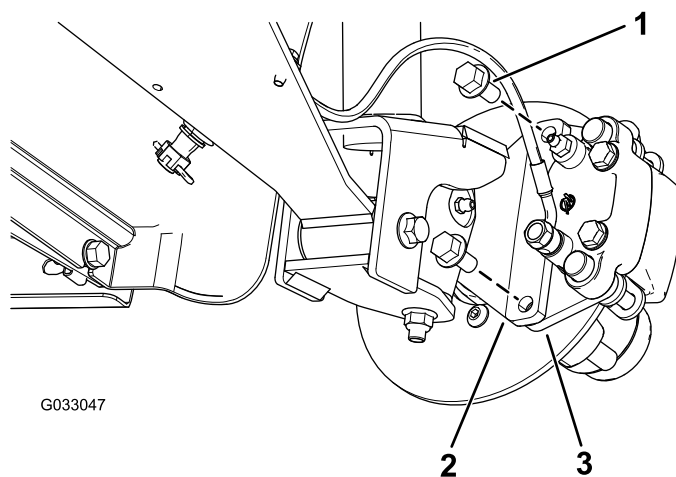
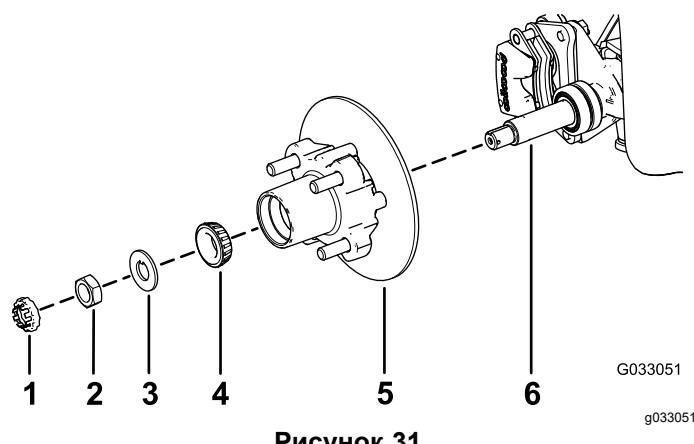

Рисунок 27
Рисунок 31
3. Выверните болты с фланцевыми головками ($\frac{3}{8} \times \frac{3}{4}$ дюйма), которые крепят кронштейн тормоза в сборе к оси, и отделите тормоз от оси (Рисунок 27).
1. Нанесите тонкий слой консистентной смазки указанного типа на ось (Рисунок 31).
2. Установите ступицу и тормозной диск на ось так, чтобы тормозной диск был внутри (Рисунок 31).
3. Установите наружный подшипник на ось и в наружное кольцо (Рисунок 31).
4. Установите стопорную шайбу на ось (Рисунок 31).
поворачивая ступицу так, чтобы подшипник был посажен на место (Рисунок 31).
2. Совместите тормозные колодки с обеих сторон тормозного диска (Рисунок 27) с отверстиями в кронштейне суппорта и отверстиями в креплении тормоза на цапфе (Рисунок 31).
3. Закрепите кронштейн суппорта на цапфе (Рисунок 27) с помощью 2 болтов с фланцевыми головками ($\frac{3}{8}$ x $\frac{3}{4}$ дюйма).